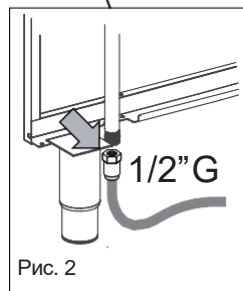

Рис. 2
- откройте запорный кран на входе прибора (рис.2);
- установите винт с шайбой газового уплотнения в соответствующее седло, откройте запорный кран на входе прибора (рис.2) и проверьте отсутствие утечек газа.